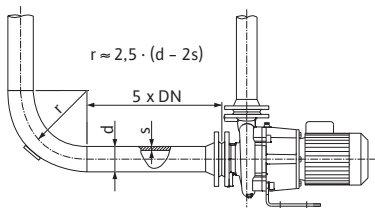

fig.3: Stabiliseringszone voor en achter de pomp
- Voor en na de pomp moet een instellingssegment worden aangebracht, in de vorm van een rechte leiding. De lengte van dit instellingssegment moet minstens 5 x DN van de pompflens zijn (zie fig. 3). Dit is een maatregel om doorstromingscavitatie tegen te gaan.